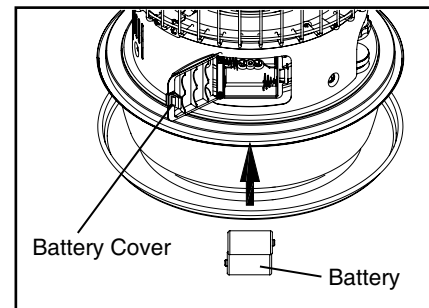

Fig. 6
B) INSTALLING BATTERIES (Fig 6)